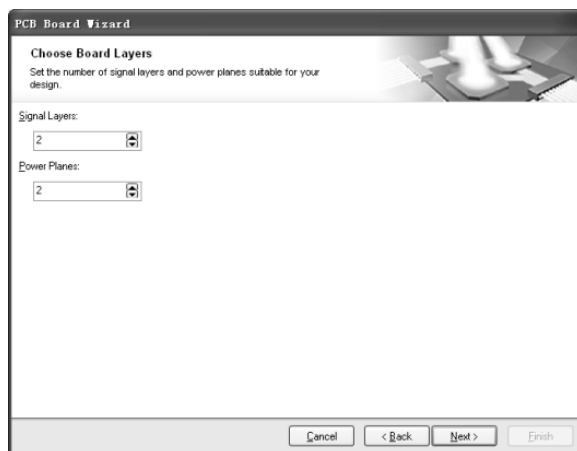

图 3.6.2 设置电路层
(1) 利用模板向导新建 PCB 文件,设置参数为: 英制,自定义矩形板,尺寸 2000mil×1200mil,取消角切除和内部切除; 四层板,信号层、内部电源层各两层,如图 3.6.2 所示; 只显示盲孔或埋过孔; 选用表面贴装元件,放置在顶层; 过孔尺寸设置为钻孔孔径为 12mil,外直径为 28mil。